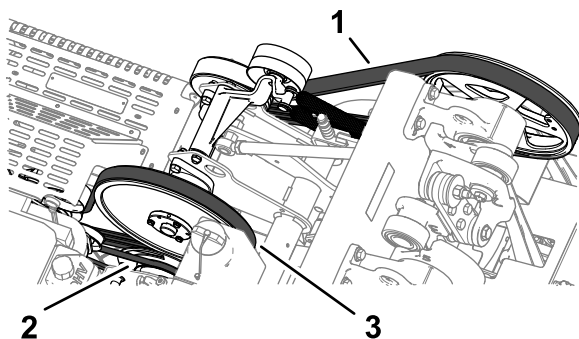

Figura 164
2. Inspeccione la bomba hidráulica, el eje secundario y las correas del cigüeñal (Figura 164) en busca de daños, desgaste, grietas excesivas en la amortiguación o grandes cantidades de residuos impregnados.